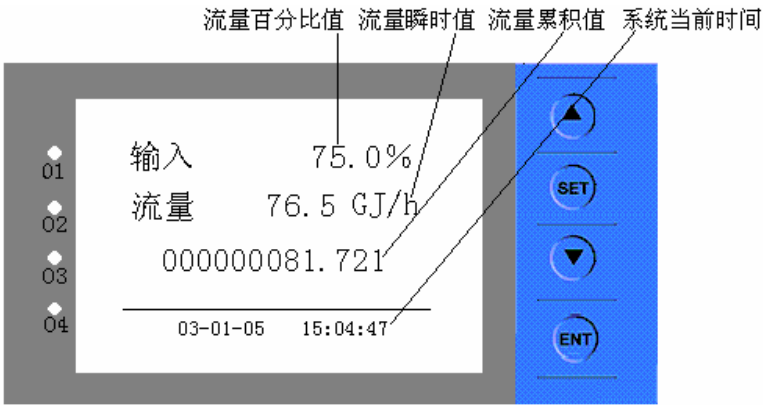

图 2：实时画面
3. **实时画面：**实时画面如图 2 所示。
18. 返回：返回到实时显示画面（如图 2 所示）。